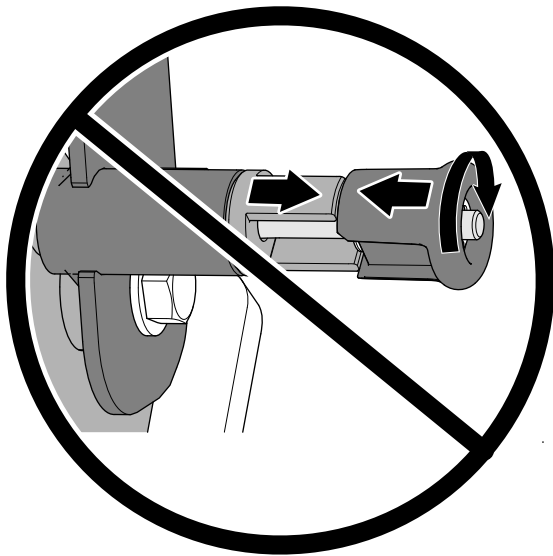

Рисунок 75
**Внимание:** Не поворачивайте ручку, чтобы штифт фиксатора не мог втянуться (Рисунок 75).